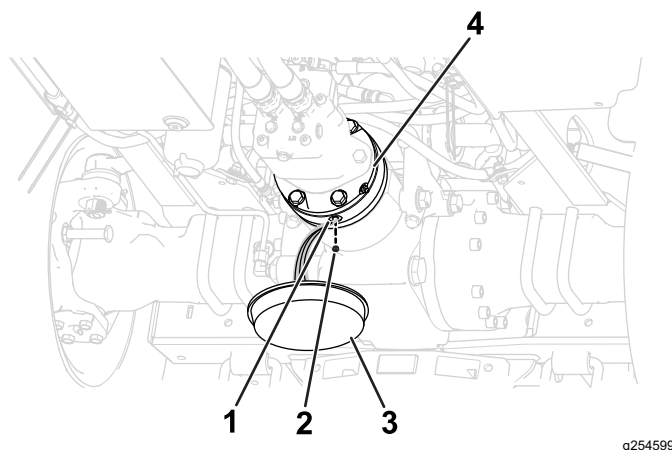

Рисунок 105
1. Поместите сливной поддон под гидравлический тормоз (Рисунок 105).
2. Снимите пробку сливного отверстия (Рисунок 105).
4. Заверните пробку в сливное отверстие (Рисунок 105).